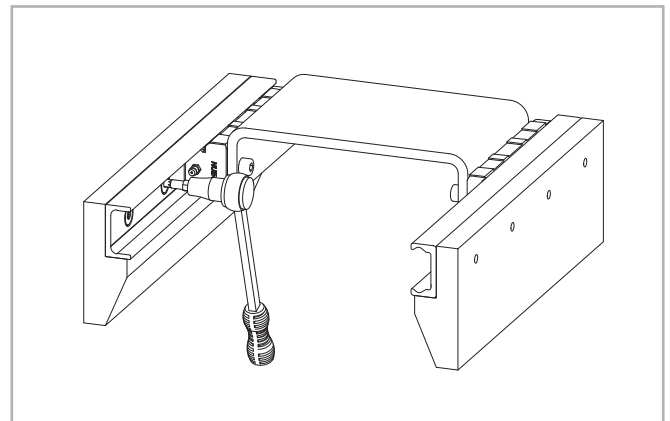

Рис. 113
(2) установить компенсирующую направляющую, прихватив её винтами слегка, т.е. без затяжки полным требуемым усилием;
(3) установить на/в направляющие каретки, а также прикрепить к кареткам сам перемещаемый объект, не затягивая окончательно винты крепления этого объекта к кареткам;
(4) переместить этот объект в среднюю часть направляющих, и затянуть его крепёжные винты предписанным усилием затяжки (см. стр. CR-59, Табл. 42);
(5) затянуть предписанным усилием затяжки винты крепления средней части направляющих к несущей поверхности (см. Рис. 113);
(6) переместить объект в один из концов направляющих, и продолжить затяжку крепёжных винтов, поочередно затягивая винты в порядке их удаления от каретки, начиная с наиболее близких.